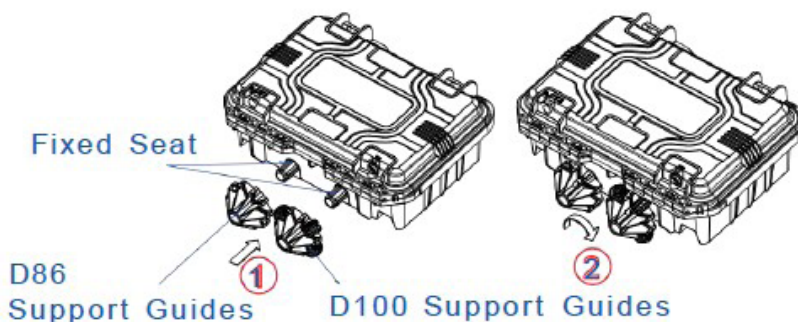

Figura 8. Guida di supporto fissa
3. Installare le guide di supporto 86 e 100 sulla sede di fissaggio della staffa (Figura 8)